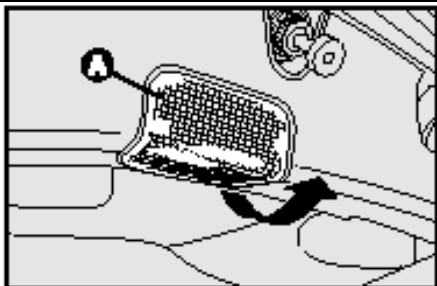

рис. 40
- ❑ Извлеките плафон **A** - **рис.40**, поддев его в точке, указанной стрелкой;